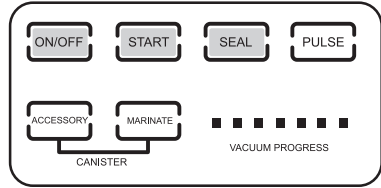

Figure 7
9. NE PAS tenter d'ouvrir le couvercle avant la fin de l'aspiration (risque d'endommagement de l'appareil). Enfoncer les deux boutons déclencheurs du couvercle (Figure 7) de chaque côté de la scelleuse pour libérer le verrou, puis ouvrir le couvercle.
3. Enfoncer les deux boutons déclencheurs du couvercle (Figure 7) de chaque côté de la scelleuse pour libérer le verrou, puis ouvrir le couvercle.